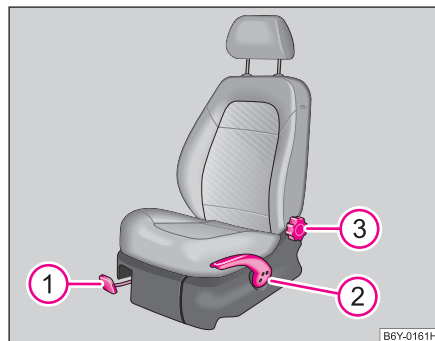

Fig. 46 Elemente de comandă pe scaun
- Se trage maneta ① ⇒ pagina 68, fig. 46 în sus și se deplasează scaunul în poziția dorită.
- Se eliberează maneta ① și se deplasează scaunul mai departe, până când se blochează.